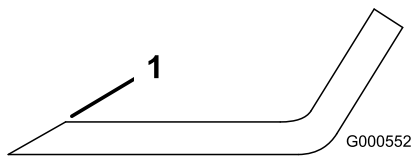
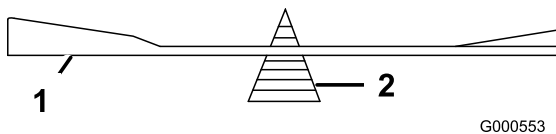

Figura 55
Figura 56
- Utilice una lima para afilar el filo de corte en ambos extremos de la cuchilla (Figura 55). Mantenga el ángulo original. La cuchilla permanece equilibrada si se retira la misma cantidad de material de ambos bordes de corte.
- Verifique el equilibrio de la cuchilla colocándola sobre un equilibrador de cuchillas (Figura 56). Si la cuchilla se mantiene horizontal, está equilibrada y puede utilizarse. Si la cuchilla no está equilibrada, rebaje algo el metal en la parte de la vela solamente (Figura 55). Repita este procedimiento hasta que la cuchilla esté equilibrada.